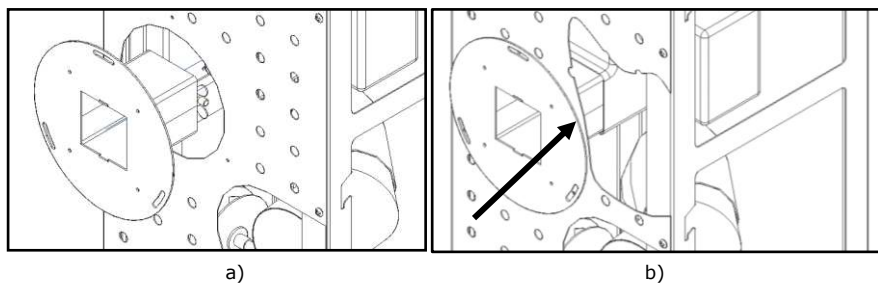

Figura 71 - Encaixe guia ar na salamandra
h) Encaixar o acessório “guia de ar canalizável” nas costas do equipamento, garantindo que este encaixe na parte interna da boca de saída de ar do ventilador (Figura 71-b).